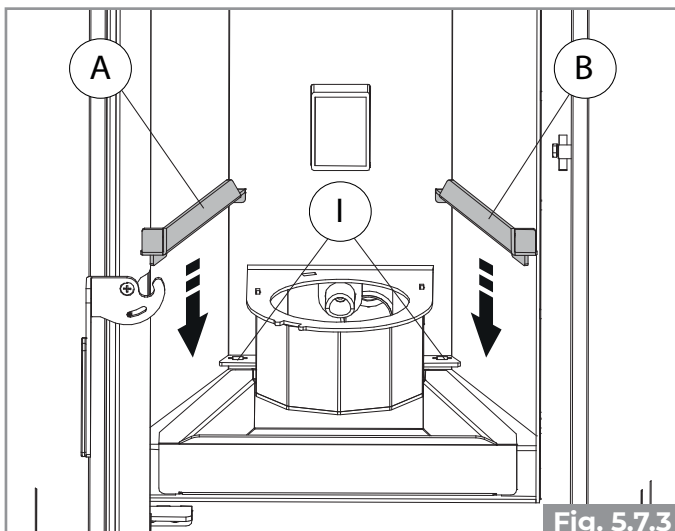
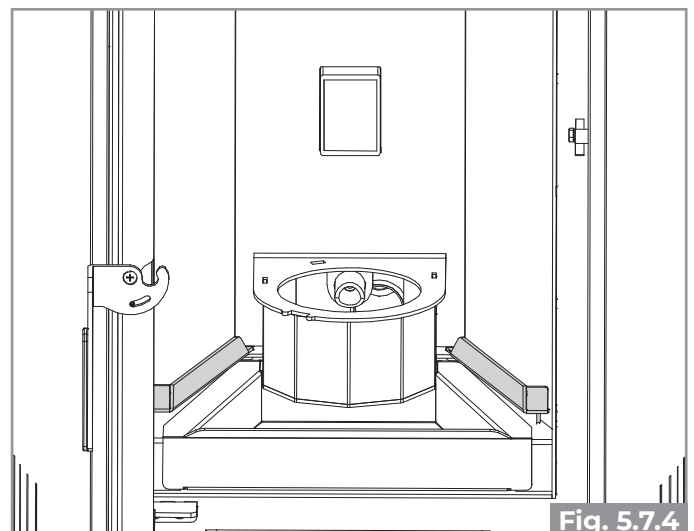

Fig. 5.7.3
Fig. 5.7.4
- Insérer les deux supports A et B en veillant à ce que les deux lames présentes dans la partie arrière des supports soient insérées dans les fentes présentes à l'intérieur de la chambre de combustion (Fig. 5.7.3 Fig. 5.7.4) ;